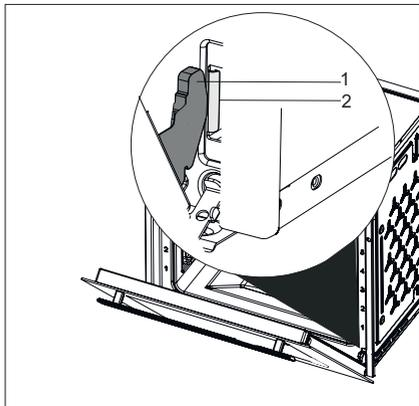

Рис. 31
7. Снимите петли с корпуса петли, удерживая дверцу обеими руками, чтобы снять дверцу духовки (Рис. 31).